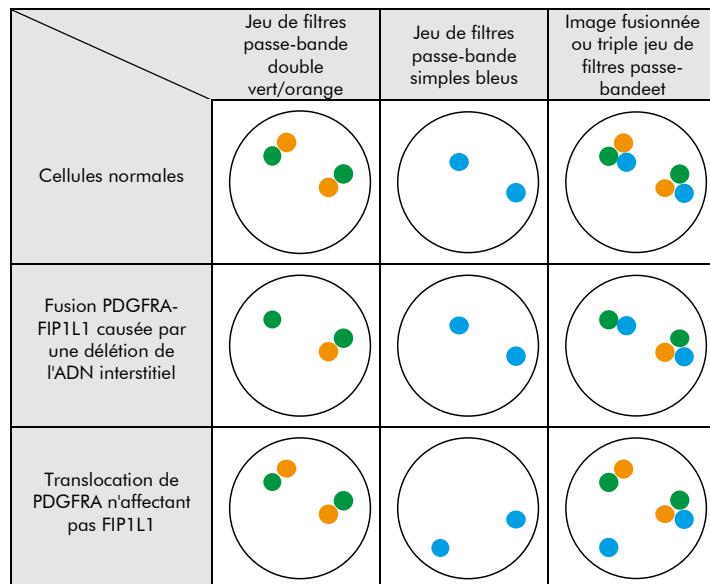

Fig. 2: Résultats attendus dans les noyaux en interphase normaux et présentant une aberration
**Situation normale :** Dans les interphases de cellules normales ou de cellules sans réarrangements PDGFRA-FIP1L1, deux signaux de fusion vert/orange apparaissent lors de l'utilisation d'un ensemble de filtres à double passe-bande approprié, et deux signaux bleus apparaissent lors de l'utilisation d'un ensemble de filtres à simple passe-bande approprié. L'utilisation d'un filtre passe-bande triple couleur approprié permet d'observer deux signaux de fusion vert/orange/bleu (Voir figure 2).
**Situation aberrante** : Une fusion PDGFRA-FIP1L1 résultant d'une délétion de l'ADN interstitiel est indiquée par la perte d'un signal orange conduisant à un signal vert distinct co-localisé avec un signal bleu. Une translocation de PDGFRA sans implication de FIP1L1 est indiquée par un signal de fusion vert/orange et un signal bleu séparé (Voir figure 2).